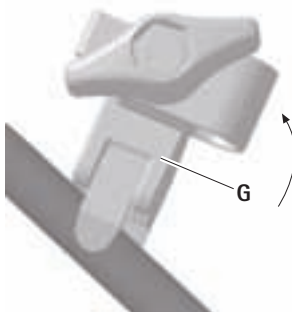

Fig. 9
- Dra av infästningsklämman **G** från ramen genom att trycka från sidan, se Fig. 9.